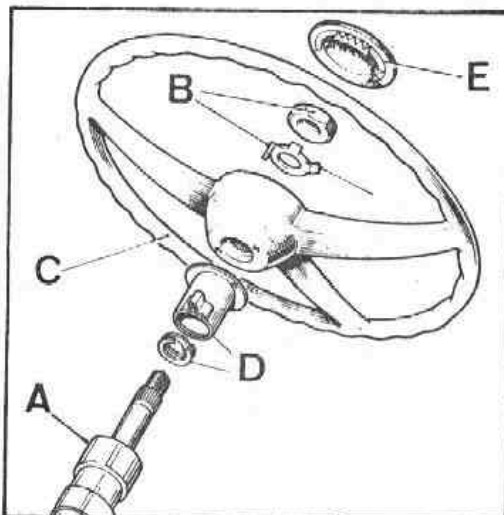
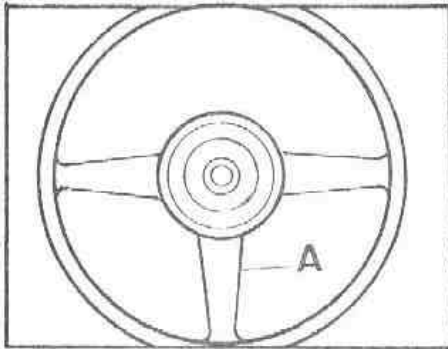

Fig. G-9 Volante de dirección
Fig. G-10 Posición del volante de dirección
- 1.1. Extraer los elementos de fijación, B (Fig. G-9) y retirar el volante de la columna de dirección, haciendo uso del extrator, 193216.
2.2. Posicionar la leva de accionamiento del golpeador, D (Fig. G-9) diametralmente en el lado izquierdo.
2.3. Calar el volante, A (Fig. G-10) sobre la columna de dirección, situándolo en posición y enclavando en éste los tetones del golpeador, D (Fig. G-9).
2.4. Montar la arandela fiadora y la tuerca, B (Fig. G-9), apretando esta última a una tensión de 5,4 mkg, frenando a continuación la tuerca.
2.5. Montar a presión la tapa, E (Fig. G-9).